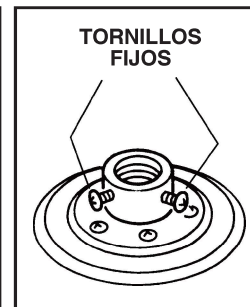

FIG. 6
**Paso 2.** Afloje los dos tornillos fijos de la parte superior del montaje del motor. (Fig. 6)